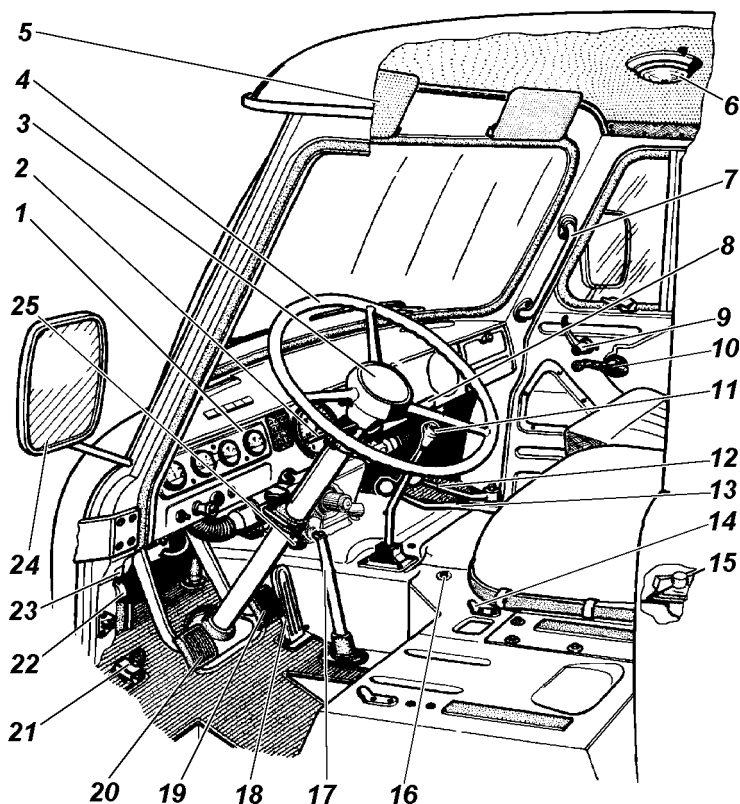
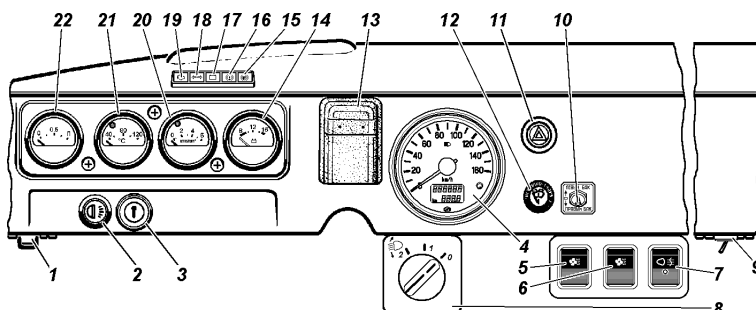
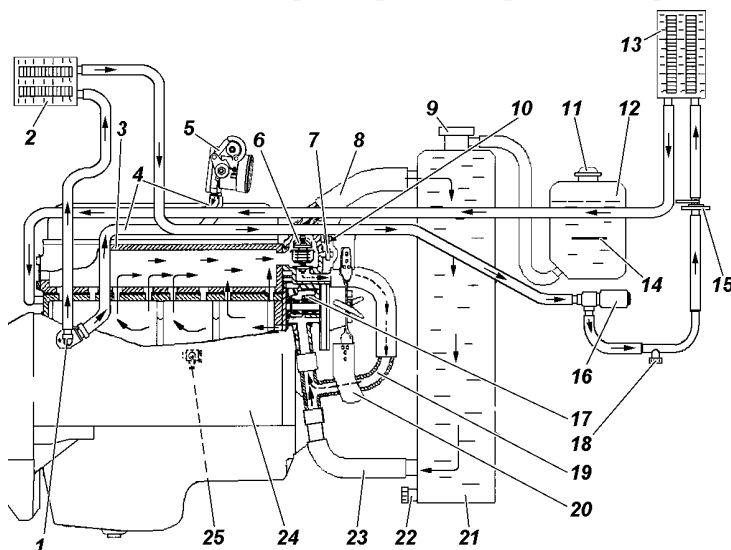

Рис. 3.1. Органы управления (наименование позиций см. в тексте)
Рис. 3.2. Панель приборов (наименование позиций см. в тексте)
Рис. 3.6. Схема системы охлаждения двигателя и отопления кузова:
Расположение органов управления и оборудования показано на рис. 3.1:
- 1 -панель приборов (см. рис. 3.2);
- 25 -рукоятка привода крышки люка вентиляции и отопления.** На панели приборов (рис. 3.2) расположены:
Для отопления кабины водителя и обдува ветрового стекла имеется радиатор-отопитель 13 (рис.3.6).
Для работы отопителей необходимо с помощью рукоятки тяги 16+ (см. рис. 3.1) или вручную открыть краник 15 (см. рис. 3.6) системы отопления и, при наличии, выключателем 9 (см. рис. 3.2) включить электродвигатель насоса 16+ (см. рис. 3.6) отопителя.
Включение и выключение электродвигателей вентиляторов отопителей осуществляется выключателями 5 и 6 (см. рис. 3.2).
кабины, может регулироваться изменением положения крышки вентиляционного люка передка с помощью рукоятки 25 (см. рис. 3.1) привода крышки люка вентиляции и отопления.
При сливе жидкости из системы охлаждения двигателя необходимо также **сливать жидкость из системы отопления** через пробку (или кран) 18 (см. рис. 3.6), предварительно открыв краник 15 системы отопления. Доступ к пробке (крану) спереди снизу автомобиля.